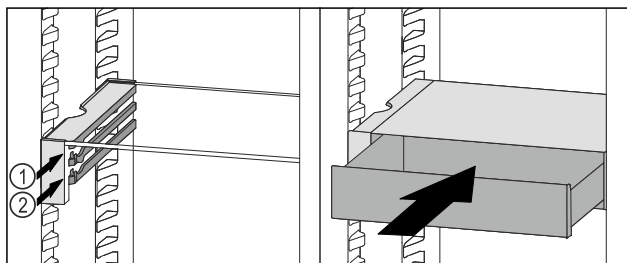

Fig. 121
- Nasadte zásuvku VarioSafe za zářezky na požadovaném žebro Fig. 121 (1) nebo Fig. 121 (2).